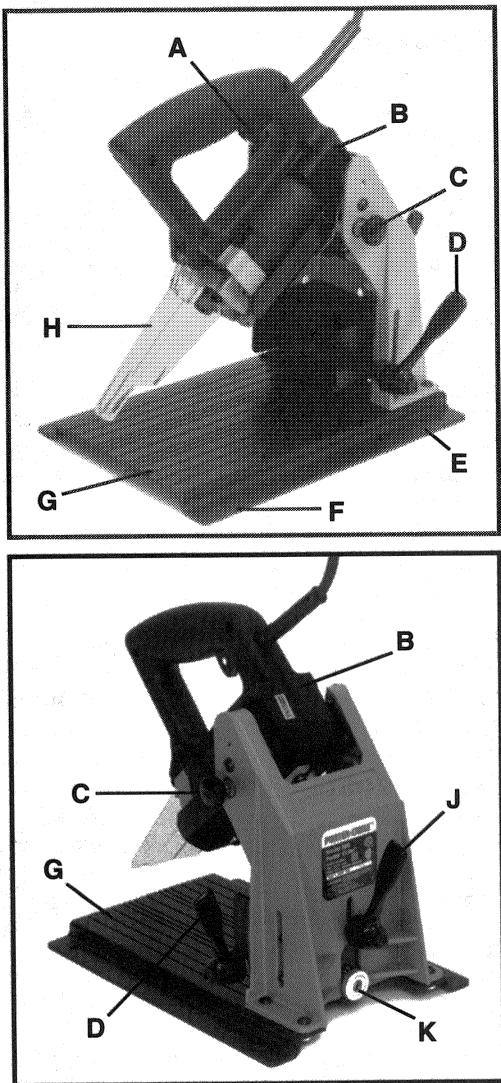

Fig. 1
2. Abaissez la poignée en tournant le bouton de la serrure pour transport (voir Fig. 1) en sens inverse des aiguilles d'une montre de quatre à six tours complets pour desserrer la serrure.
3. Pivotez le bloc-moteur de haut en bas en vérifiant un mouvement libre. Quand desserré, le bloc-moteur devrait pencher jusqu'à approximativement 45° (voir Fig. 1).
4. Engagez la serrure en position HAUTE avant de le régler ou changer de mèche. POUR ENGAGER: Penchez le bloc-moteur en position HAUTE et tenez-le en tournant le bouton de la serrure en sens des aiguilles d'une montre jusqu'à ce qu'il soit bien serré. POUR DESSERRER: Soulever le bloc-moteur et tenez-le en tournant le bouton de la serrure pour transport (voir Fig. 1) en sens inverse des aiguilles d'une montre de quatre à six tours complets pour desserrer la serrure. Abaissez doucement le moteur et vérifiez un mouvement libre.
1. Appuyez sur la gâchette (Voir Fig. 1) pour démarrer le moteur. Relâchez la gâchette pour arrêter le moteur.